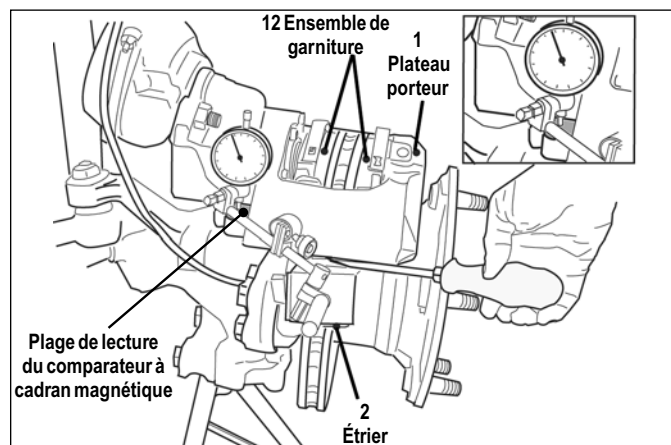

FIGURE 27 - UTILISATION DU COMPAREUR À CADRAN MAGNÉTIQUE
- 4.5.2 Placer un outil approprié (comme une lame large d'un tournevis à lame plate) entre le plateau porteur (2) et l'étrier (1) pour les pousser dans des directions opposées et lire la valeur maximale du comparateur à cadran. Cf. Figure 27.